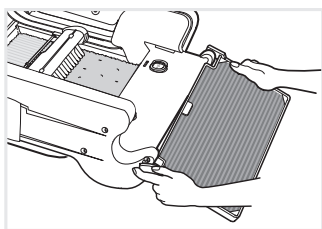

Fig. 5
- Le tapis incliné pour le nettoyage des pattes comporte deux trous conçus pour s'enclencher dans les chevilles situées sur la face intérieure du couvercle du socle du bac de récupération. Placer le tapis incliné pour le nettoyage des pattes de manière à ce que le côté tapissé soit vers le haut. Orienter les chevilles vers le bac de récupération jetable. Soulever le tapis incliné pour le nettoyage des pattes et insérer une cheville dans un premier trou. Tirer légèrement sur l'autre cheville pour parvenir à l'enclencher dans l'autre trou (Fig. 5). Bouger doucement le tapis incliné afin de s'assurer qu'il est fixé bien en place.